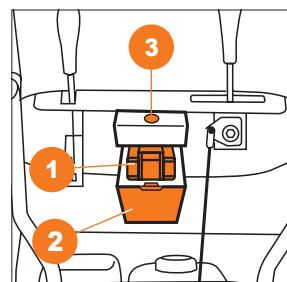

Рис. 18
- После подключения, поместить аккумулятор 1 в разъем, закрыть крышку 2 и проверить работу электропакета 3 (Рис. 18).